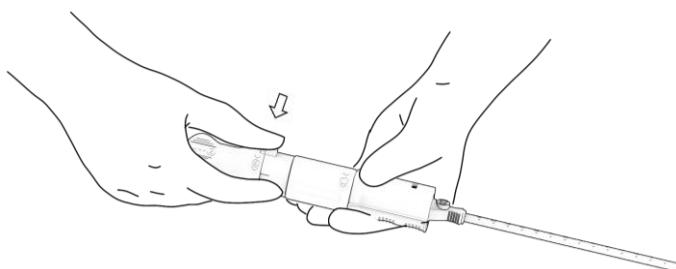

Abbildung 15. Lösen der Nockensperre.
- a. Die mit „4“ bezeichnete Nockensperre ausfindig machen und die grüne Taste vollständig niederdrücken. Abbildung 15. Sicherstellen, dass die Taste vollständig niedergedrückt ist, bevor mit Schritt 5 fortgefahrene wird.